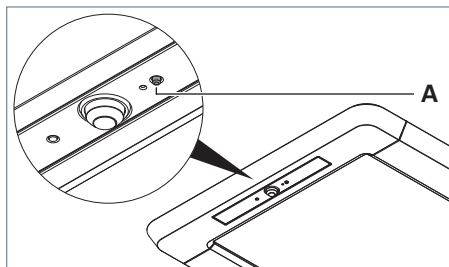
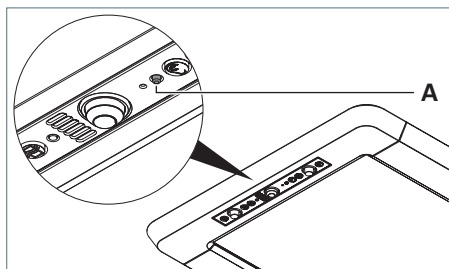

Fig. 31: Effectuer une réinitialisation, modèle R.
Fig. 32: Effectuer une réinitialisation, modèle RX.
- Appuyez sur la touche **A**, maintenez-la enfoncée et rebranchez le luminaire à l'alimentation électrique, voir Fig. 31 et voir Fig. 32.